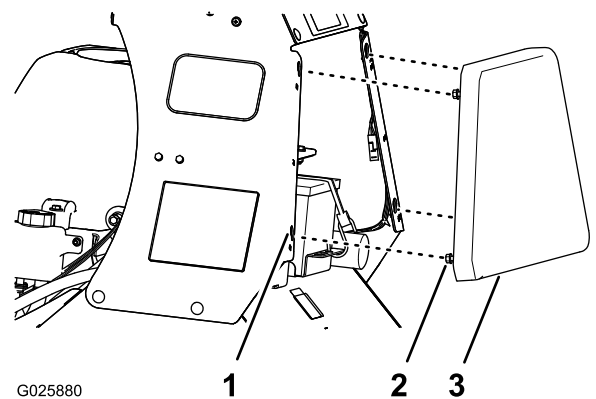

Figure 24
1. Desserrez les 4 boulons à embase qui fixent la plaque aux panneaux gauche et droit de la console (Figure 24).
2. Soulevez la plaque de la console (Figure 24) d'environ 13 mm (½ po).
3. Tirez la plaque en arrière et déposez-la de la machine (Figure 24).
1. Placez les 4 boulons à embase sur la face avant de la console en face des 4 fentes en trou de serrure dans le cadre de la console (Figure 24).
2. Avancez la plaque jusqu'à ce qu'elle soit de niveau avec le cadre de la console (Figure 24).
3. Abaissez la plaque jusqu'à ce que les boulons à embase soient engagés dans les fentes (Figure 24).